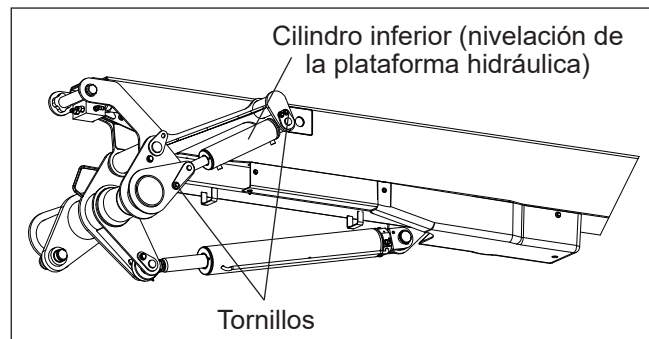

Figura 5.22 — Cilindro inferior (nivelación de la plataforma hidráulica)
7. En el extremo del vástago del cilindro, quite el tornillo y el anillo de retención que aseguran el pasador con flanco. Retire el pasador (consulte la Figura 5.22).